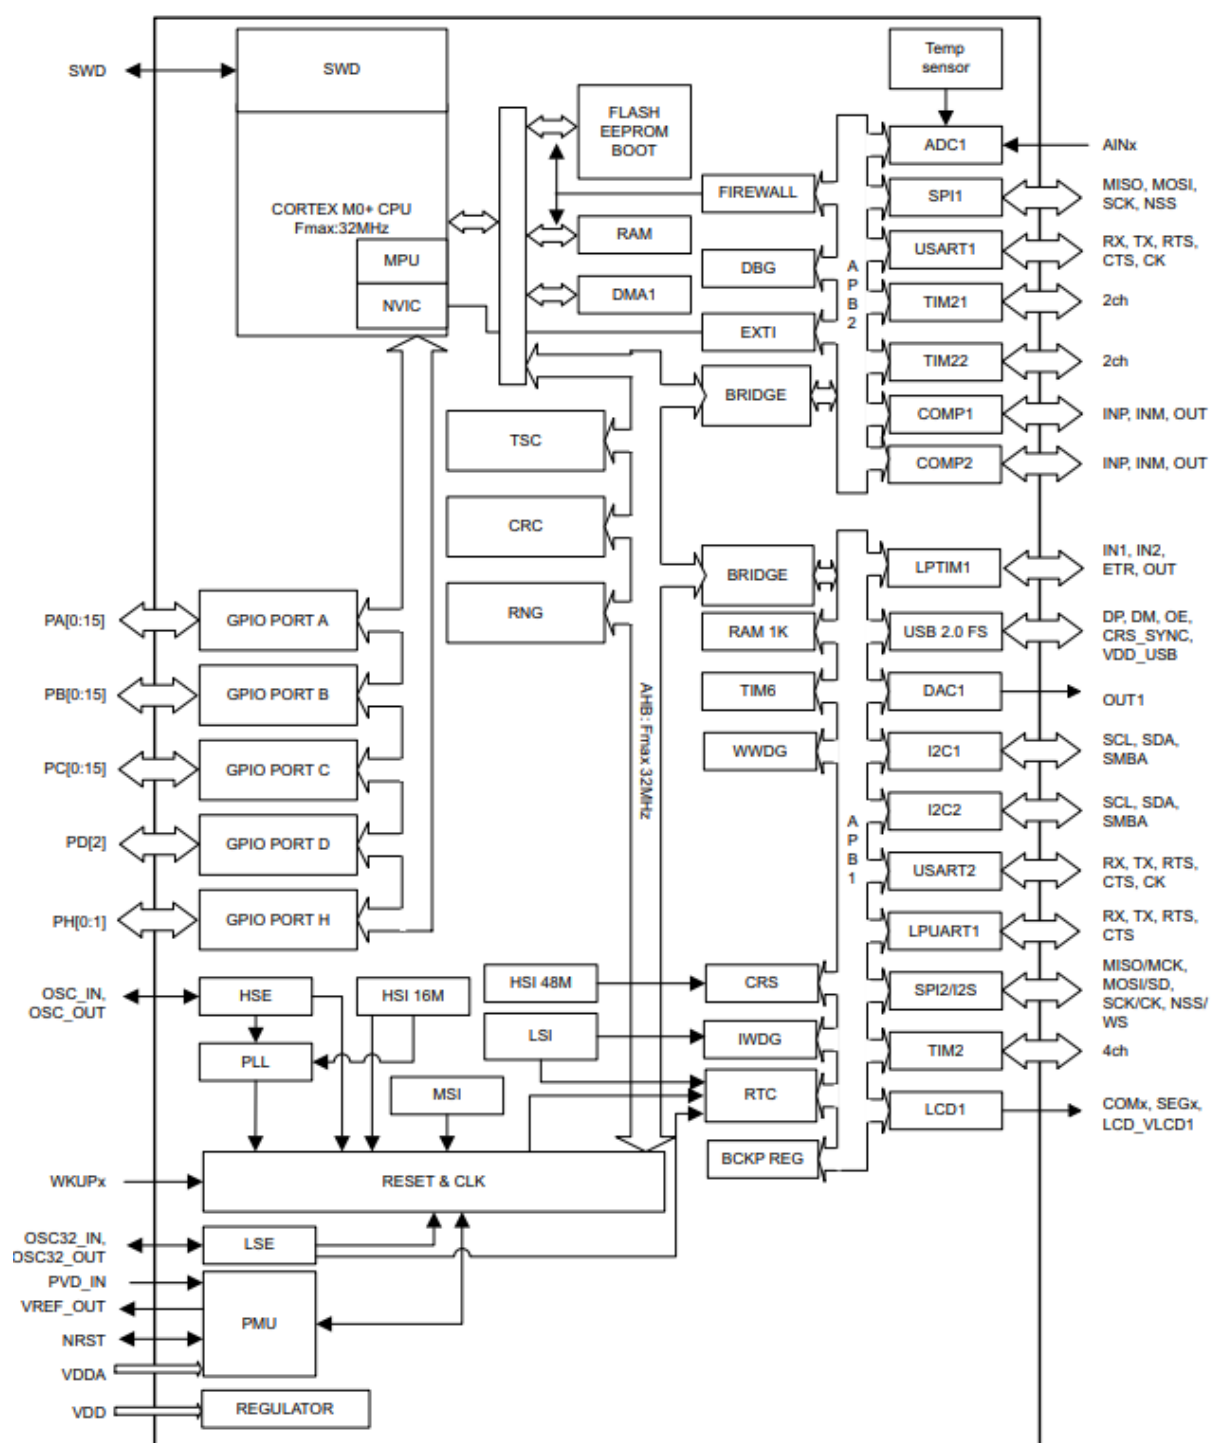

Рис. 3.2 Блок-схема внутреннего устройства МК STM32L053R8T6.
- микроконтроллер STM32L053R8T6, который имеет 51 порт ввода-вывода. Ниже приведены блок-схема внутреннего устройства микроконтроллера STM32L053R8T6 (рис. 3.2) и конфигурация выводов (рис.3.3 и рис.3.4).